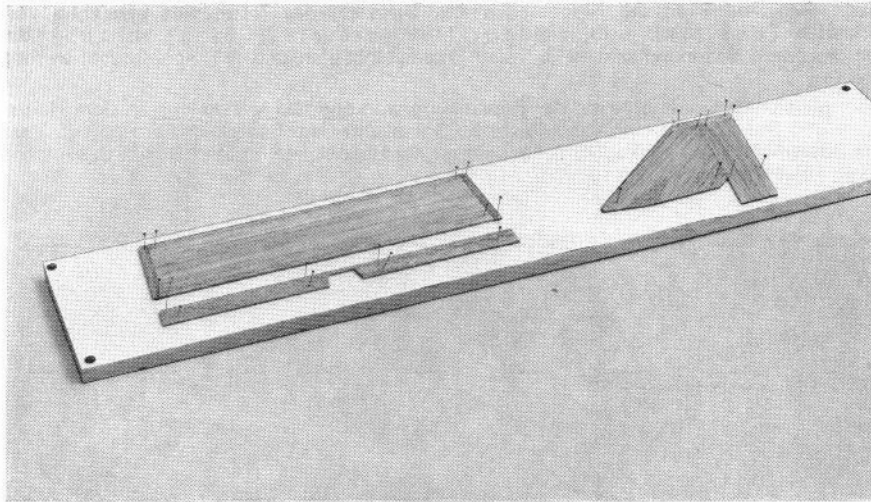

Abb. 4 Der Aufbau des Höhen- und Seitenleitwerkes.
Vom dem Seitenleitwerk (42) zuerst die drei oberen Teile auf einem ebenen Baubrett als Unterlage zusammenkleben (klebstoffabweisende Folie zum Schutz unter die Balsateile legen). Die soweit verleimten Seitenleitwerksteile sind auf Abb. 4 zu sehen. Das restliche Teil vom Seitenleitwerk und die Abschlußleiste (43) werden später beim Zusammenbau benötigt.